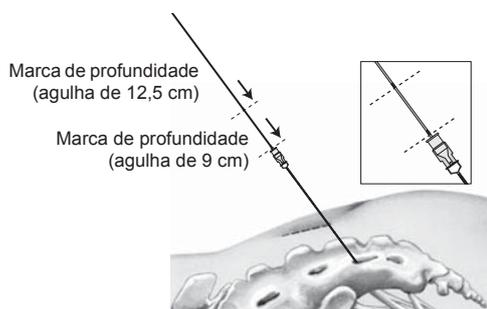

Figura 5. Insira a guia de orientação na agulha de forame
1. Retire o estilete da agulha de forame e substitua-o pela guia de orientação, alinhando a parte inferior da marca de profundidade adequada, situada na guia de orientação, com a parte superior do eixo da agulha (Figura 5).